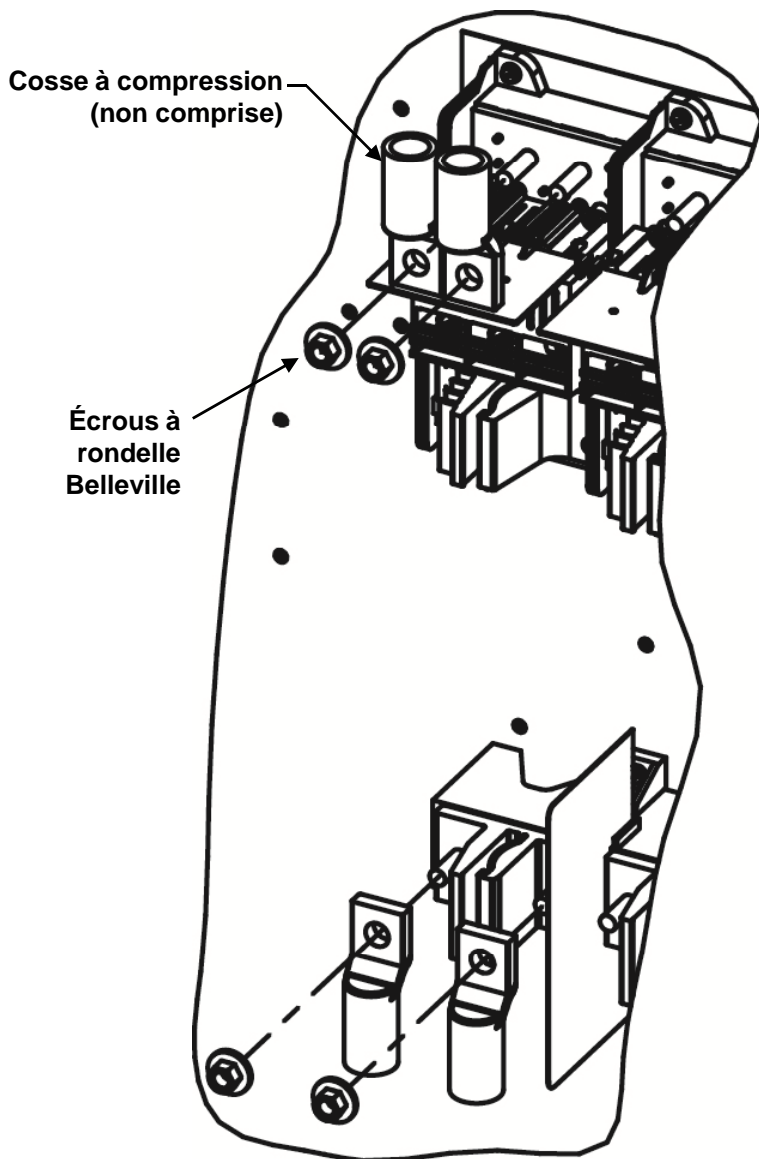

Fig. 19
12. Aligner la cosse à compression avec le goujon de 3/8 po - 16. Placer la cosse à compression jusqu'à ce qu'elle soit bien installée sur la barre omnibus. Pour les interrupteurs sans fusibles, fixer les écrous à rondelle Belleville tel qu'indiqué aux Fig. 17 et 18. Pour les interrupteurs à fusibles, fixer les écrous à rondelle Belleville tel qu'indiqué aux Fig. 19 et 20.